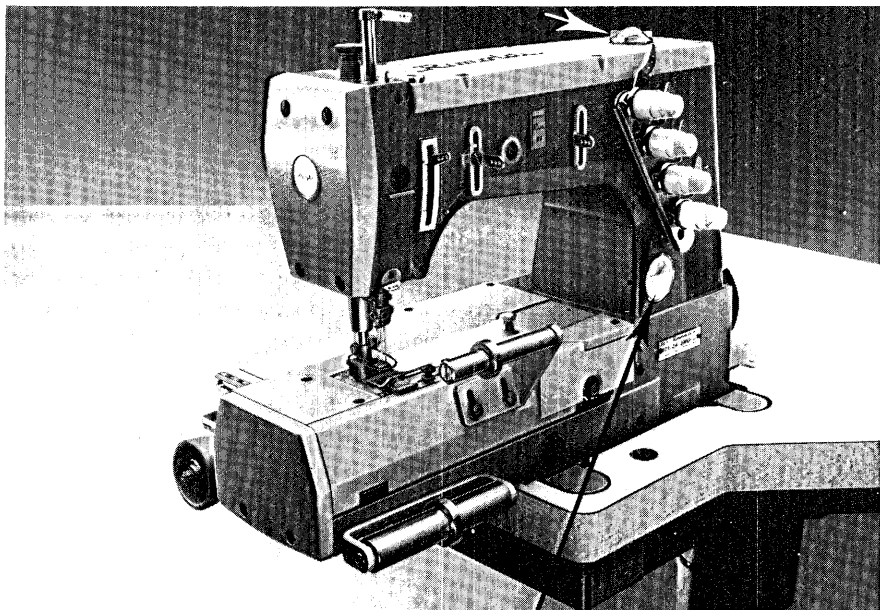

Fig. 4
1. Svitare il tappo del foro di rifornimento sul coperchio (fig. 4)
1. Unscrew the filler cap on cover (fig. 4)